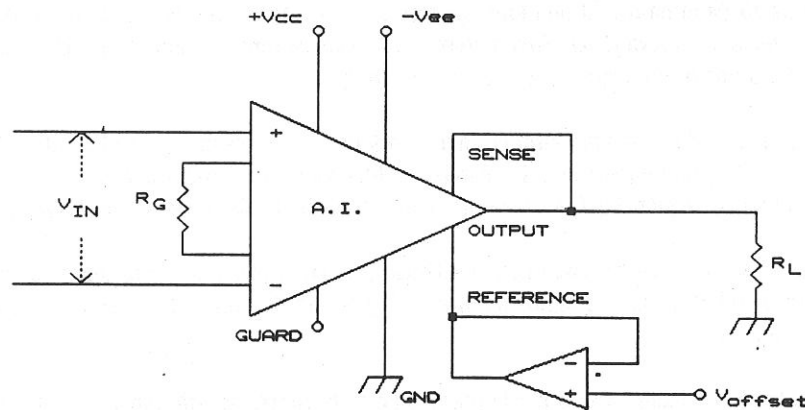

Figura 4. Amplificador d'instrumentació amb offset de sortida variable.
- Amplificador d'Instrumentació amb offset de sortida variable (figura 4). En aquest circuit s'afegeix un offset a la tensió de sortida aplicant aquesta tensió d'offset al terminal REFERENCE mitjançant un seguidor de tensió.